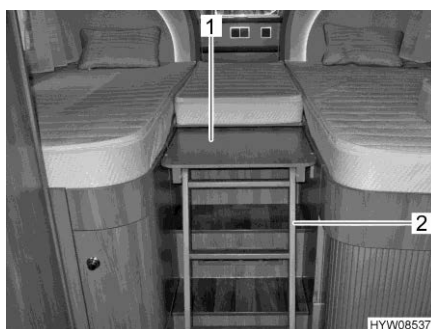

Fig. 110 Scaletta (letto in coda)
- Estrarre la scaletta (Fig. 110,2) dall'ampliamento (Fig. 110,1) e appoggiarla sul pavimento. La scaletta è collegata all'ampliamento per mezzo di uno snodo.